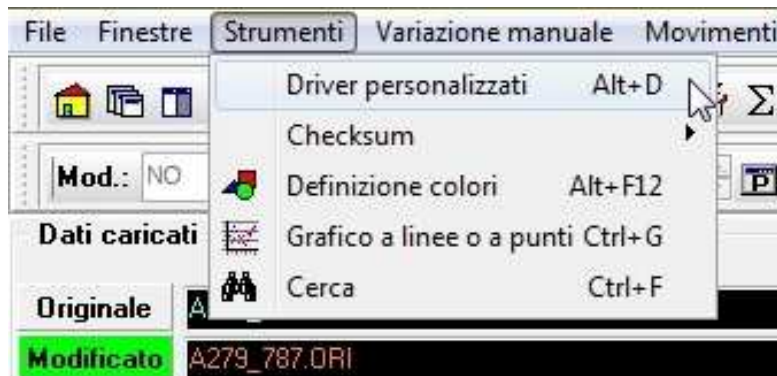

Figura 3: Menu *Strumenti*, selezione *Driver personalizzati*.
- Dal menu *Strumenti*, selezionare *Driver personalizzati* (Figura 3).